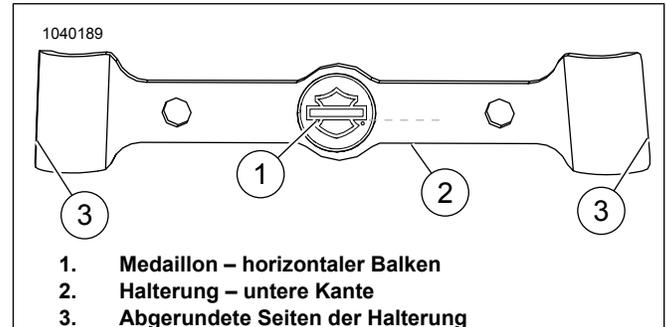
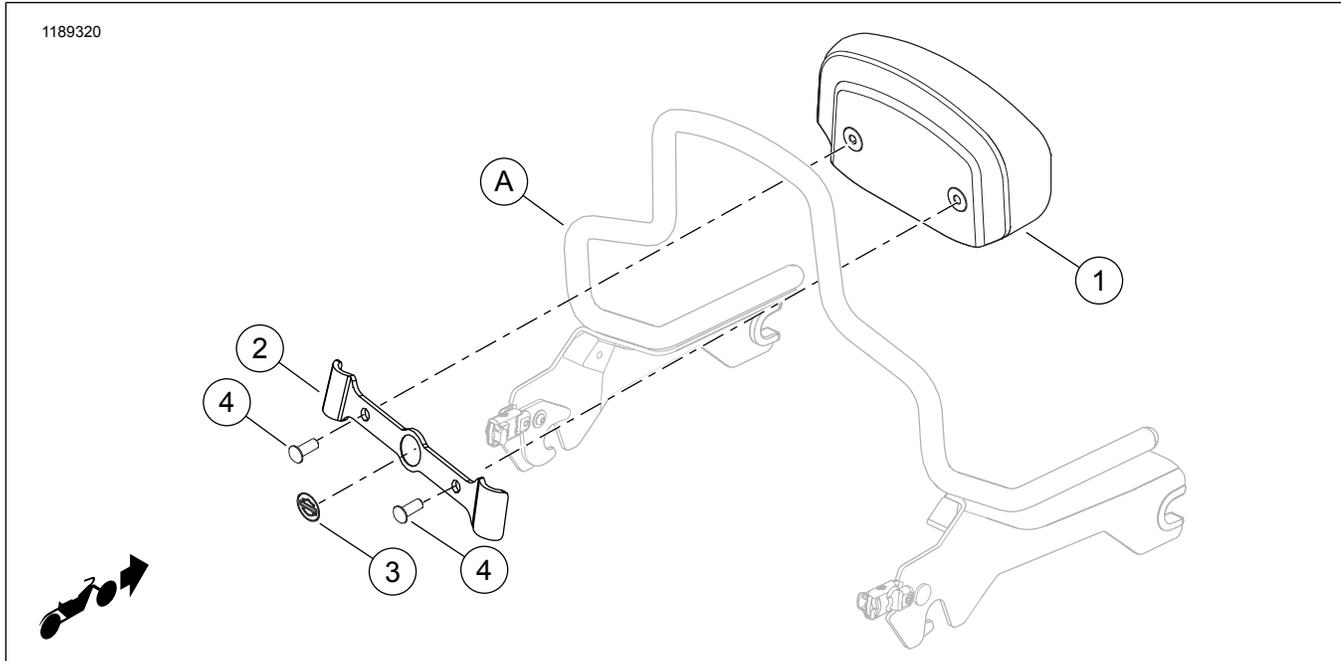

Abbildung 2. Medaillon-Ausrichtung
Abbildung 3. Ersatzteile: Softail-Rückenlehnenpolstersatz – Kompakt
Siehe Abbildung 3 und Tabelle 1.
Siehe Abbildung 2 >. Die Seiten der Halterung (3) sind nicht symmetrisch. Die Breite ist oben geringer als unten.
Siehe Abbildung 2 >. Horizontalen Balken (1) auf dem Medaillon an der unteren Kante (2) der Halterung ausrichten. Die zwei Elemente müssen parallel sein.
1. Siehe Abbildung 3 >. Bei Bedarf die Regenschutzfolie über den Schraubenlöchern im Rückenlehnenpolster (1) vorsichtig wegschneiden, damit die Folie nicht vom Gewinde mitgezogen und beschädigt wird.
3. Die Schutzfolie von der linken und rechten Seite der Halterung (3) abziehen.
• Siehe Abbildung 2 >. Die Seiten der Halterung (3) sind nicht symmetrisch. Die Breite ist oben geringer als unten.
• Vor dem Einbauen der Halterung (2) mit einer 1:1-Mischung aus Isopropylalkohol und Wasser die Oberfläche des Soziusbügels (A) gründlich reinigen. Vollständig trocknen lassen. Bei Umgebungstemperatur anbringen 10–32 °C (50–90 °F)
5. Die Halterung (2) positionieren und fest auf den Soziusbügel drücken.
6. Siehe Abbildung 3 >. Eine Schraube (4) aus dem Satz durch die Halterung (2) einsetzen und vorsichtig 4 bis 5 Umdrehungen in das zugehörige Loch im Rückenlehnenpolster einschrauben. Diesen Vorgang für die andere Schraube wiederholen. **Schrauben ERST festdrehen, wenn beide Schrauben angebracht wurden.**